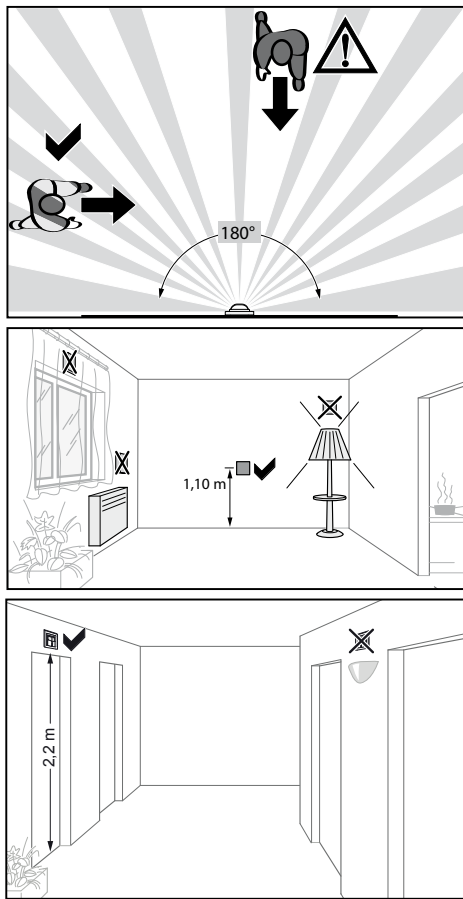
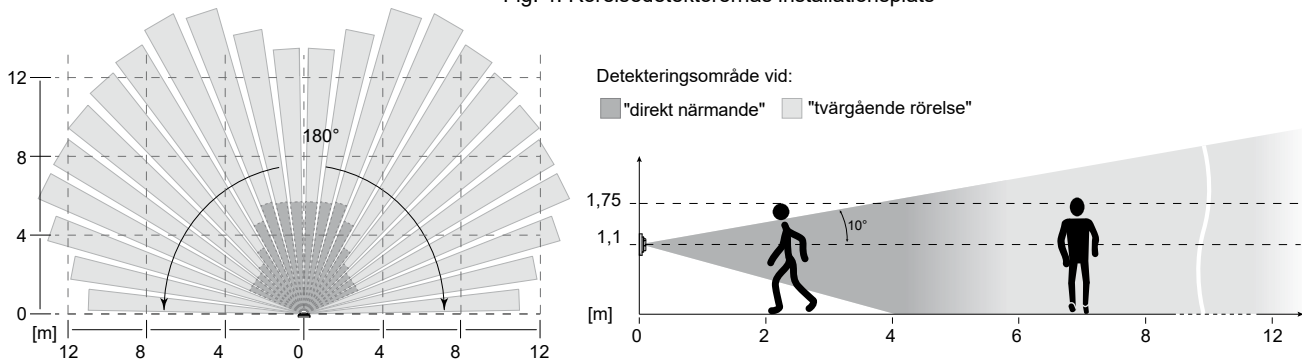

Fig. 4: Rörelsedetektorernas installationsplats
Fig. 6: Rörelsedetektorns detekteringsområde för installationshöjden 1,1 m
- i Observera rörelseriktningen: Man skiljer mellan "direkt närmande" and "tvärgående rörelse". Rörelser som är tvärgående i förhållande till rörelsedetektorn detekteras lättare än rörelser i riktning mot rörelsedetektorn (fig. 4, 6, 7).
- Undvik interferensskällor i detekteringsområdet (fig. 6 och 7). Interferensskällor, t.ex. värmeelement, ventilationssystem, luftkonditioneringar och lampor som svalnar kan orsaka oönskad omkoppling (fig. 4).